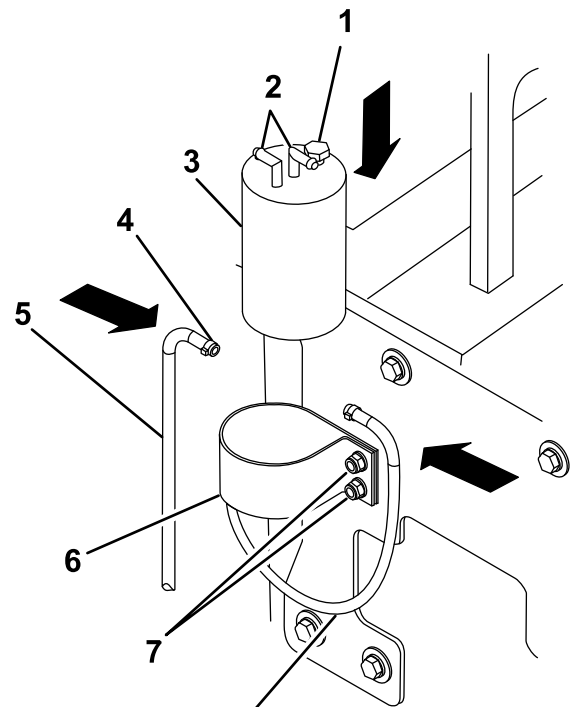

Figura 66
1. Retire el tapón de cabeza hexagonal del filtro de combustible/separador de agua de recambio (Figura 66).
5. Instale el nuevo cartucho en la abrazadera con el tapón de cabeza hexagonal hacia el protector térmico (Figura 66).
6. Apriete las tuercas que sujetan el cartucho del filtro/separador y la abrazadera al protector térmico (Figura 66).
7. Transfiera las mangueras y las abrazaderas, de una en una, desde el filtro/separador usado al cartucho de recambio. Coloque las mangueras sobre los acoplamientos de un cartucho de filtro/separador nuevo (Figura 66).